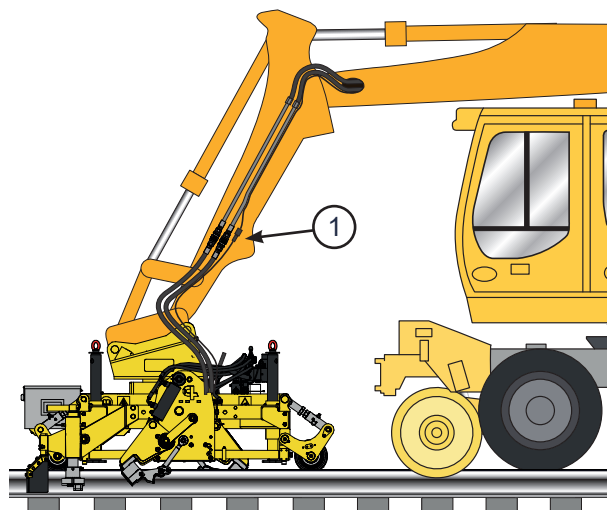

Fig 4.
1. Skru den store rektangulære koblingen på gravemaskinarmen i nærheten av maskinbraketten Pos 1, "Fig 4.". Plasser kabelen langs gravemaskinarmen og fest med plastklips.